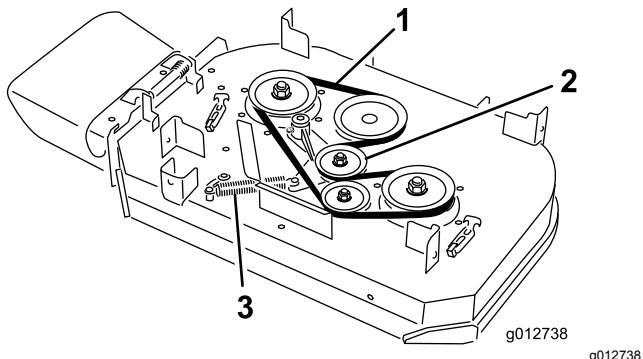

Figura 63
4. Desenganche el muelle de la clavija del brazo de la polea tensora (Figura 63).
5. Retire la correa usada del cortacésped (Figura 63).
6. Instale la correa nueva del cortacésped alrededor de la polea del embrague, las poleas de la carcasa y la polea tensora (Figura 63).
- Enganche el muelle en la clavija del brazo de la polea tensora (Figura 63).
- Desenganche el muelle de la clavija del brazo de la polea tensora (Figura 63).